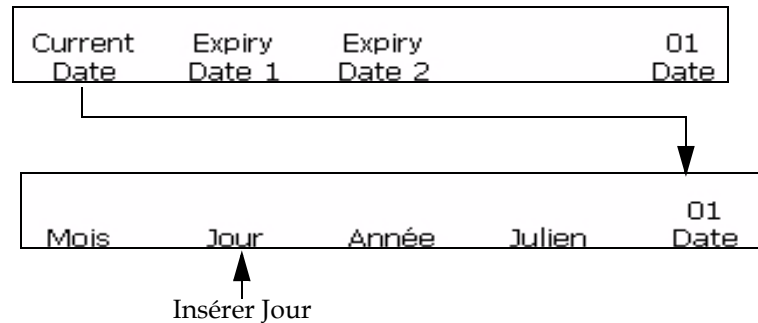

Figure 5-40: Fenêtre <01 En cours>
- 1 Commencer dans la Fenêtre <01 En cours> (01 Editer > 02 Editer - Insertions > 01 Insertion - Date > 01 Date - Dates en cours > 01 En cours). Voir Figure 5-40 à la page 5-47.